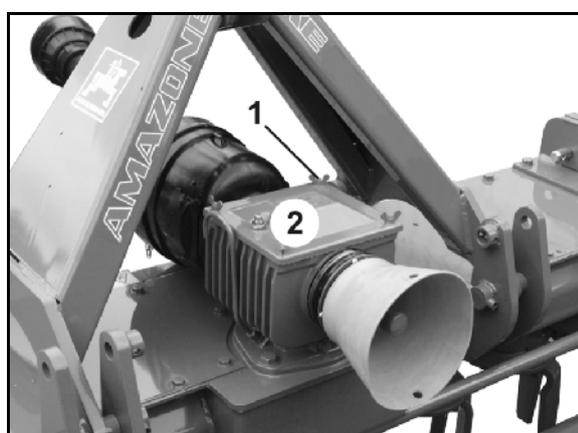

Fig. 52
4. Flügelmuttern (Fig. 52/1) am Getriebedeckel (Fig. 52/2) lösen und abnehmen.